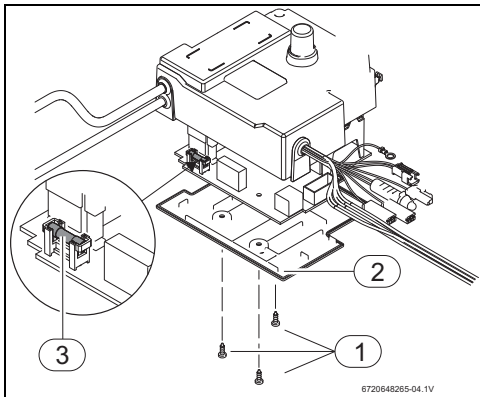

Fig. 13 Caja de control
- ▶ Retirar los 3 tornillos de la caja de control (Fig. 13, [1]) y retirar la tapa (Fig. 13, [2]).
- ▶ Sustituir el fusible (Fig. 13, [3]), respetando las especificaciones.